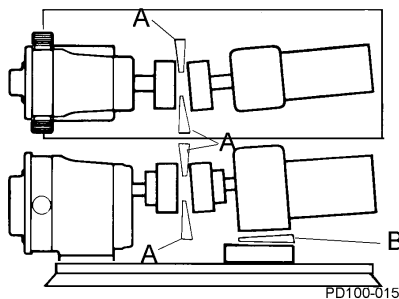

Figura 19 - Verificar o Alinhamento Angular
1. Usando calibradores de força ou calibradores cônicos (Figura 19, itens A e B), verifique o alinhamento em quatro pontos a cada 90 graus em volta do acoplamento; **ajuste para igualar a dimensão em todos os pontos.**